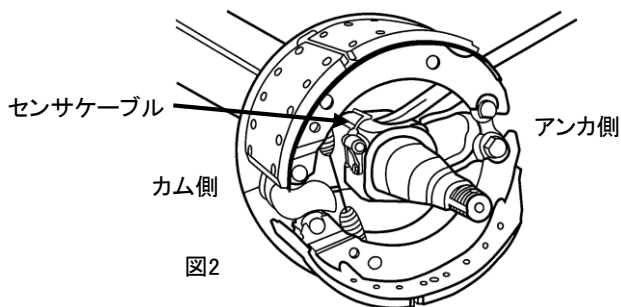

図2
② ブレーキシューAss'yのアンカ側を取外す。
- ・パールをアンカ側からアクスルビームにかけ下側のブレーキシューAss'yから取外す。 図2